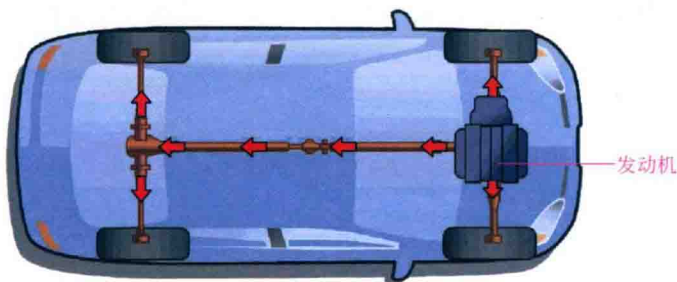

图 1.1-11 四轮驱动
(5) 四轮驱动 四轮驱动是指汽车前后轮都有动力,如图 1.1-11 所示。